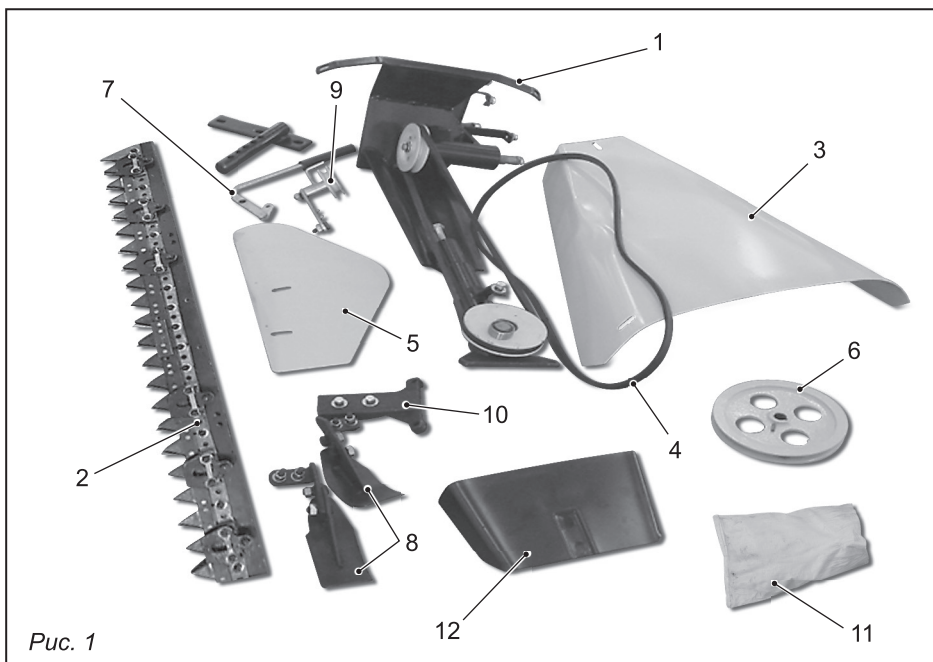

Рис. 1
3. КОМПЛЕКТ ПОСТАВКИ (рис. 1)
Косилка состоит из следующих основных частей: корпуса, натяжного устройства и режущего аппарата (рис. 1).